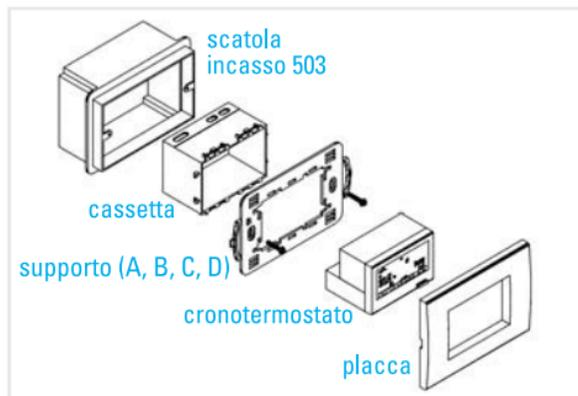

fig. 1
2.2 Sul supporto A sono utilizzabili le seguenti placche: (fig. 1)